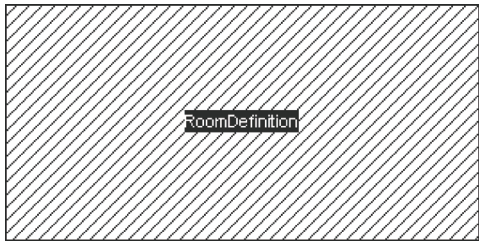

图 5-80 放置的空间定义
- 2) 将光标移到所需的位置，单击确定房间定义的起点。然后再移动鼠标单击，确定房间定义的对角点。放置的房间定义如图 5-80 所示。如果继续在其他地方放置房间定义，则 Room Definition 会自动增加序列，用户也可以修改这个名称为自己需要的名称，这需要在房间定义属性对话框中实现。